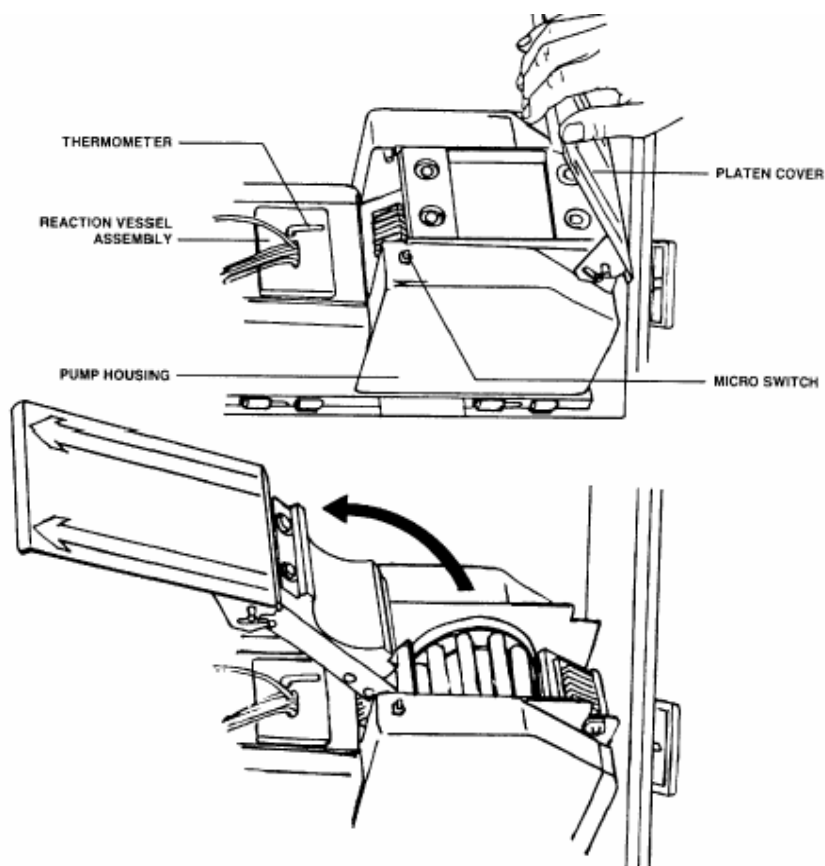

图 4-4 泵体滚筒的拆除
2. 在合页轴无应力的情况下，尽量将泵体向右滑动，泵体将保持在某一特定角度，如图4-4所示。
6. 将滚筒盖抬起90度角，然后提出滚筒，如图4-4所示。